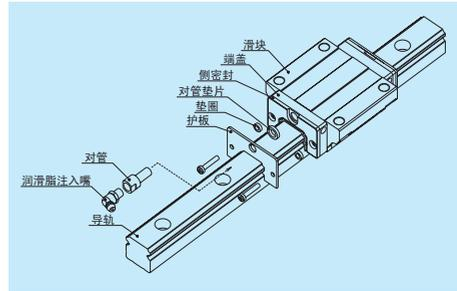

图 15 护板
(4) 护板
- 以后对标准完工品追加安装时，请利用如表 15 所表示的护板装置。（图 15）
- 护板安装后，将润滑脂注入嘴安装到端盖上时，需要如图 15 所示的对管垫片。